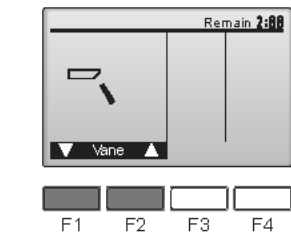

Fig. 8-4
- ② Kanatçık çalıştırma ekranını görüntülemek için [SELECT] (SEÇ) düğmesine basın ve otomatik kanatçığı kontrol etmek için [F1] ve [F2] düğmelerine basın. (Fig. 8-4)